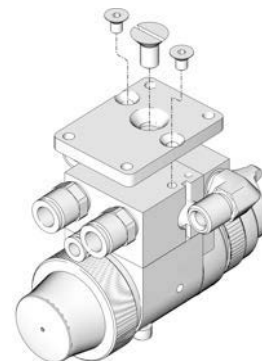

图 5: 改装适配器托板
1. 用配件包随供的三个螺丝将适配器托板安装到歧管上 (图 5)。